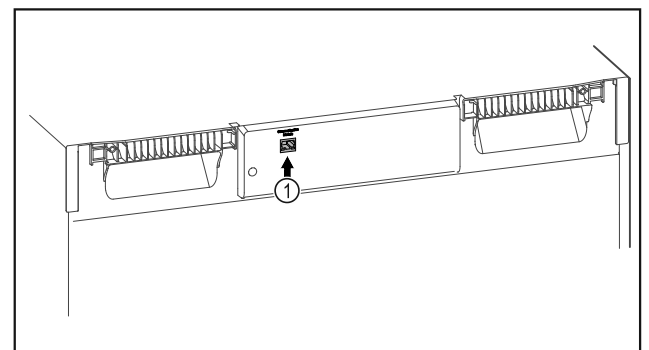

Fig. 138
- SmartModule Fig. 138 (1) er satt inn.